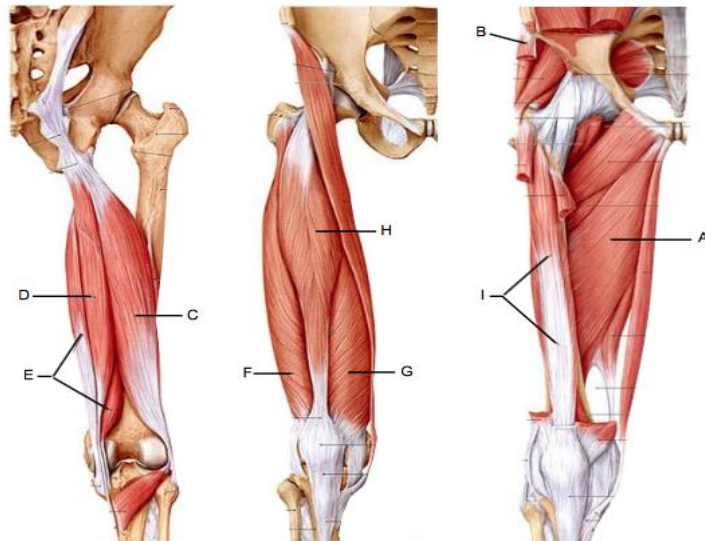
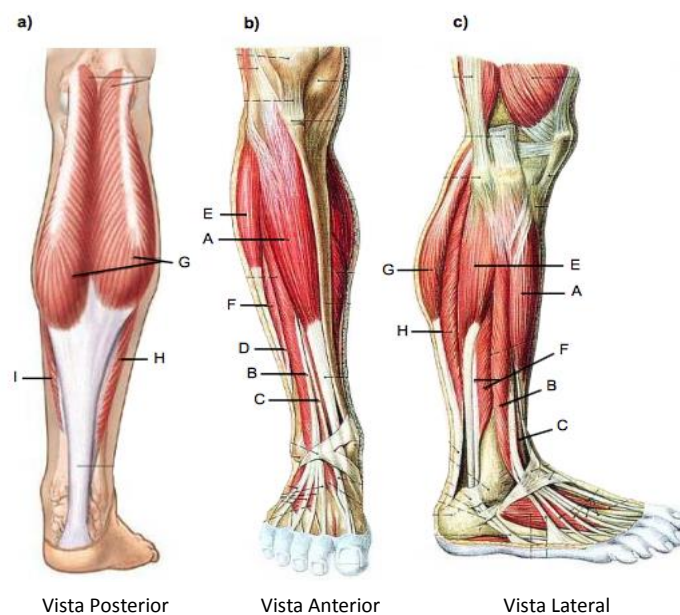

Figura 2.10 – Músculs principals de la secció superior de la cama humana.
Figura 2.11 – Músculs principals de la secció inferior de la cama humana.
Els músculs de la cama estan dividits en dues seccions: la secció superior (figura 2.10) i la secció inferior (figura 2.11).
- Adductors: Entre els músculs adductors , el més desenvolupat i profund és l'adductor major (Figura 2.10 "A") . Aquest múscul es troba en forma de ventall des de la tuberositat isquiàtica fins a l'interior del fèmur . S'encarreguen d'apropar la cuixa al centre del cos.
- Tensor de “la faja lata”: Està situat a la part lateral de la cuixa (Figura 2.10 "B ") , iniciant des de la part externa anterior de la pelvis i acabant del costat just a sota del genoll. La seva funció és moure la cuixa cap a fora i flexionar el maluc.
- Bíceps femoral: S'origina en la tuberositat isquiàtica i s'estén fins al cap de la fíbula amb un gruix tendó (Figura 2.10 " C") . En conjunt amb els músculs semi - tendinós (Figura 2.10 "D") i semi-membranós (Figura 2.10 "E ") la seva funció és estendre la cuixa i flexionar el genoll.
- Quàdriceps: És un múscul gruixut format per quatre parts : vast mig (Figura 2.10 " G") , vast intermedi (Figura 2.10 " I") , vast lateral (Figura 2.10 "F") i recte femoral (Figura 2.10 " H") . Els tres primers s'originen a la part alta del fèmur i acaben en un gruix tendó al nivell de la tibia incloent la ròtula . El recte femoral inicia davant de la pelvis estenent-se per sobre de la cuixa i acabant en el mateix tendó al nivell de la tibia . La seva funció és estendre el genoll i flexionar el maluc.
- Tibial anterior (Figura 2.11 “A”): Comença a les tuberositats de la tibia acabant per baix en el cuneïforme I i en l'extrem posterior del metatarsià I al peu. Aquest múscul té la funció de flexor, adductor i rotador del peu cap endins.
- Extensor llarg dels dits (Figura 2.11 "B"): Comença en el còndil lateral de la tibia estenent-se en un tendó que es divideix en 4 i s'insereix en els 4 dits del peu. La seva funció és la de extensor dels dits i flexor del peu com diu el seu nom.
- Extensor llarg del dit gros (Figura 2.11 "C"): Comença a la cara interna del peroné i membrana interòssia acabant en la falange distal del dit gros. Com el seu nom ho diu la seva funció és la de extensor del dit gros i flexor del peu.
- Peroné tercer (Figura 2.11 "D"): S'origina en el cap del peroné i acaba a la base del V metacarpia . La seva funció principal és la de flexor, abductor i rotador del peu cap a fora.
- Peroné llarg (Figura 2.11 "E"): Comença en el cap del peroné i cara profunda de la fàscia i acaba en el tubercle extern del metatarsià I. La seva funció és la de extensor, abductor i rotador del peu cap a fora.
- Peroné curt (Figura 2.11 "F"): Comença a la cara externa del peroné i acaba en la tuberositat del metacarpia V. La seva funció és la de adductor del peu.
- Gastrocnemi (Figura 2.11 "G"): S'origina en els còndils lateral i medial del fèmur i en la càpsula del genoll acabant en el calcani. És el més curt i gruixut dels músculs de la cuixa, sent també la més visible. La seva funció és la de flexió plantar del peu.
- Soleo (Figura 2.11 "H"): Es troba per sota del gastrocnemi, començant en el cap de la fíbula i al cantó mig de la tibia i acabant en el calcani. La seva funció també és la flexió plantar del peu i elevar el taló.
- Plantar (Figura 2.11 "I"): Comença en el fèmur per sobre el còndil i acaba en el calcani per la meitat del tendó d'Aquil·les. Ajuda també la flexió plantar del peu.